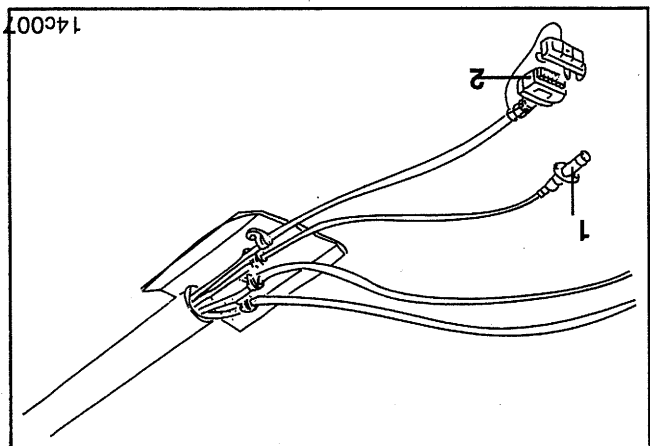

Fig. 11.9
- fiche de connexion (fig. 11.9/1) pour alimenter les cliquant fixés à la trémie frontale.
- Brochez la fiche de connexion (Fig. 11.9/1) dans l'adaptateur fourni et connectez l'adaptateur dans la prise du tracteur (affectée à l'éclairage de la remorque).
- La fiche de connexion (fig. 11.9/2) avec les câbles reliant le(s) capteur(s) fixés sur l'unité de semis au boîtier. Brochez les fiches au boîtier répartiteur de l'unité de semis.